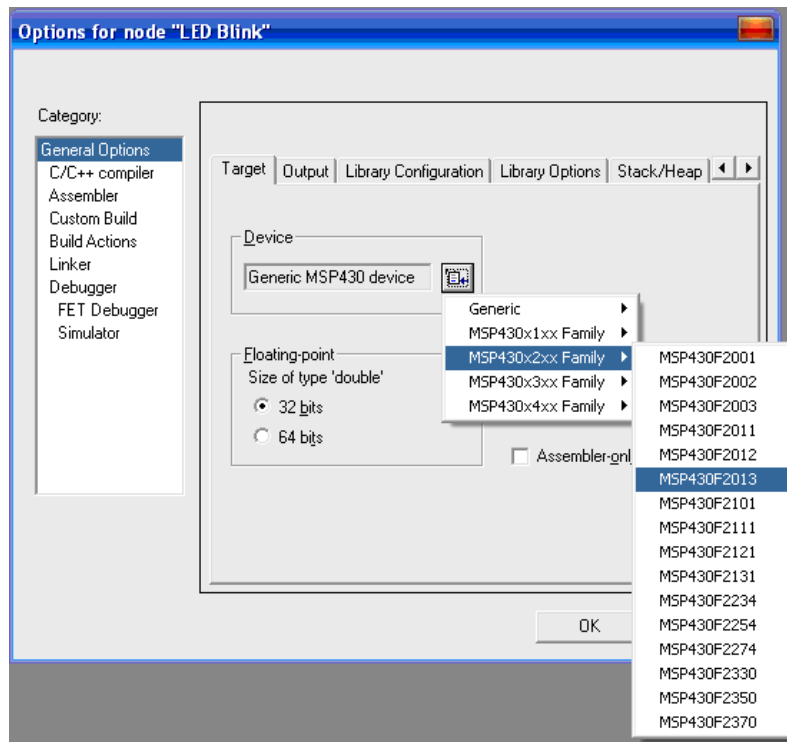

Рисунок 1.4 – Вибір мікроконтролера
4. У категорії General Options в графі Device вибрати мікроконтролер, з яким необхідно працювати: MSP430F2013 (рис. 1.4).